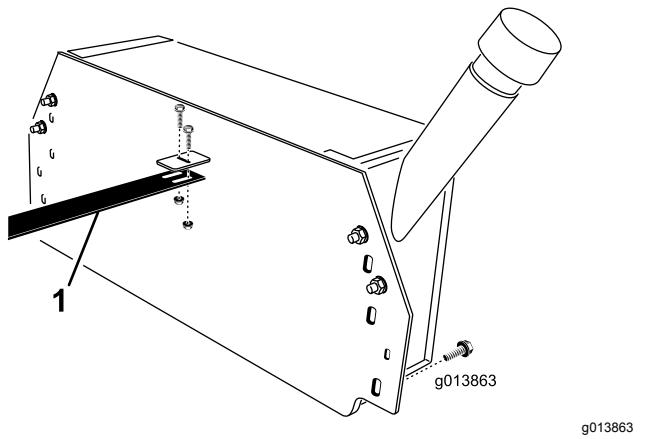

Bild 9
31. Befestigen Sie die Schlauchführung mit zwei Schrauben ($\frac{1}{4}$ " x $\frac{3}{4}$ ") und Sicherungsbundmutter an der Halterung am Hydraulikbehälter (Bild 9).